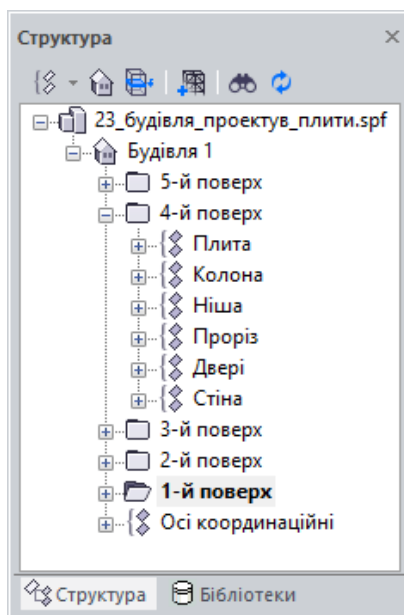

Рис. 23.14. Діалогове вікно **Структура**
- У діалоговому вікні **Структура** (рис. 23.14) натисканням по рядку  **4-й поверх** розгорніть список елементів 4-го поверху.